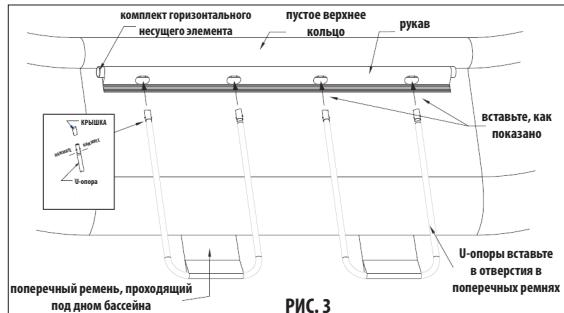
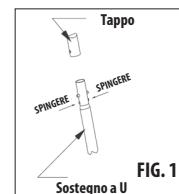

РИС. 3
FIG. 1
- (i) Вытяните с нижней части бассейна в стороны поперечные матерчатые ремни стенки, которые служат для крепления диагональных опор. Речь идет о паре ремней (см. рис. 3).
- (iii) Возьмите четыре U-опоры и вставьте их в отверстия в поперечных ремнях (см. рис. 3). Оба верхних конца U-опор снабдите крышками (см. рис. 1) – перед установкой сожмите предохранители на U-опоре и поверните крышку в положение, в котором соединение зафиксируется.
- (iv) Теперь поверните горизонтальные несущие элементы в рукавах бассейна таким образом, чтобы отверстия в них были в створе с отверстиями в рукавах. После этого вставьте в отверстия U-опоры (см. рис. 3).